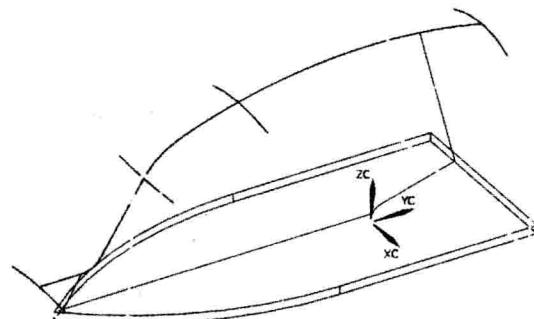

图 1-14 完成“图层设置”后的模型
(2) 选择菜单栏中的“格式”→“图层设置”命令，弹出“图层设置”对话框，在“工作图层”文本框中输入 1，设置 1 层为工作层，41 层为可选层，其余为不可见层，关闭“图层设置”对话框，完成图层设置，如图 1-14 所示。